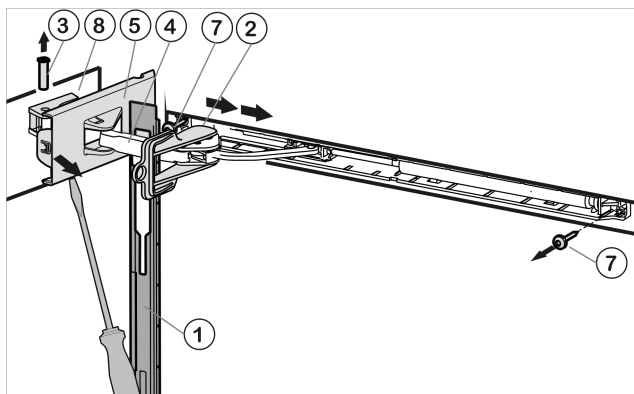

Fig. 5
- ▶ Desplace hacia delante el panel a través del estribo del amortiguador Fig. 5 (4) en dirección del aparato.
- ▶ Encaje el seguro Fig. 5 (2) en el agujero oblongo.
- ▶ Suelte la cubierta Fig. 5 (5) en el lado de la bisagra hasta el primer enganche con la ayuda de un destornillador.
- ▶ Extraiga el perno Fig. 5 (3) presionando desde abajo.
- ▶ Presione el estribo del amortiguador Fig. 5 (4) en dirección de la puerta.
- ▶ Suelte por completo la cubierta Fig. 5 (5) en el lado de la bisagra y retírela.
- ▶ Retire el panel Fig. 5 (1).
- ▶ Desatornille la unidad de amortiguador de cierre (2 Torx® 15) Fig. 5 (7).
- ▶ Desatornille la pieza de cojinete Fig. 5 (8) y cámbiela al lado opuesto girándola 180°. Dado el caso, grabe los agujeros de tornillo o utilice un destornillador de batería.